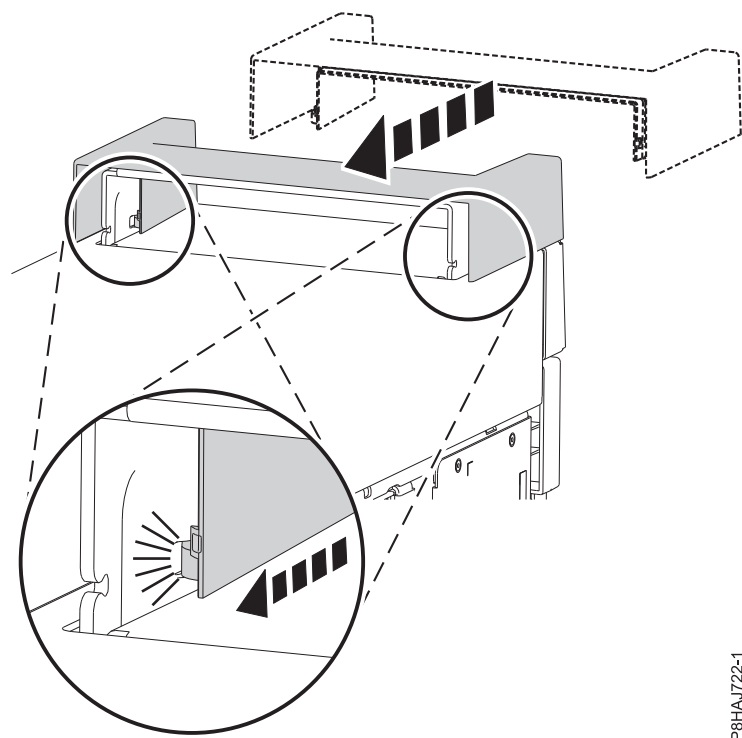

Figura 38. Fixar a tampa da pega num sistema autónomo 8286-41A
1. Fixe a tampa da pega à base de acoplamento RDX interna (FC EUA3) ao a arrastar para a parte posterior do sistema. Consulte Figura 38.